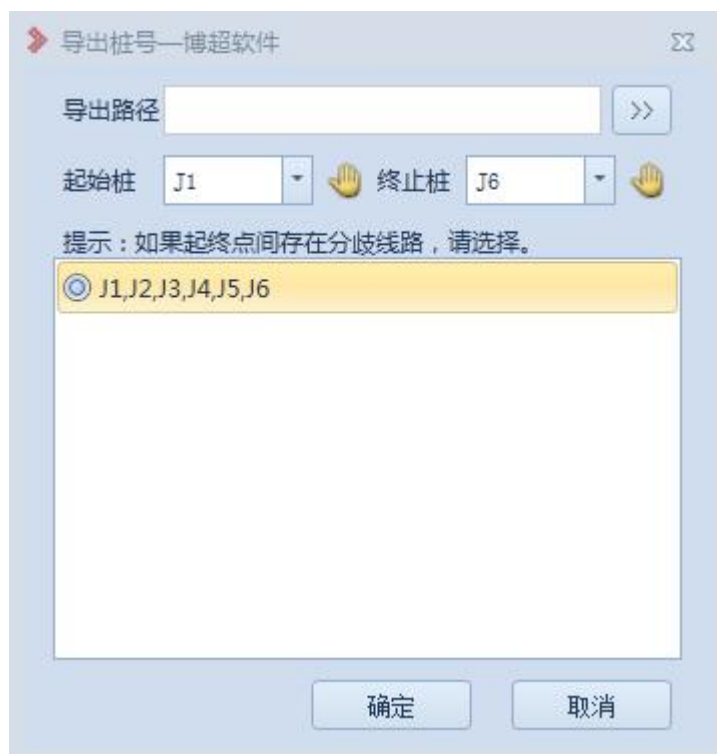

图 6.2- 13 导出桩号
**导出桩号**：导出桩号，点击该按钮。弹出功能界面如图 6.2- 13 所示：该功能对当前激活方案可用，用于对全线指定范围桩号导出，功能详解如下：